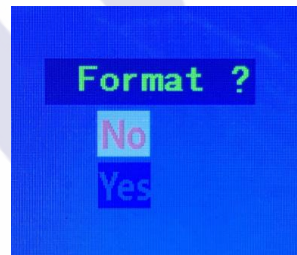

图 5/Picture 5
5.3.7.4. 格式化选项:按键 SW2 进入格式化界面, 按键 SW6 和 SW5 分别进行向下和上选择。按键 SW2 确认是/否格式化。如果选择格式化了, 那么 TF 卡中的数据会全丢失。 以下是提示用户是/否格式化界面。(如图 5)